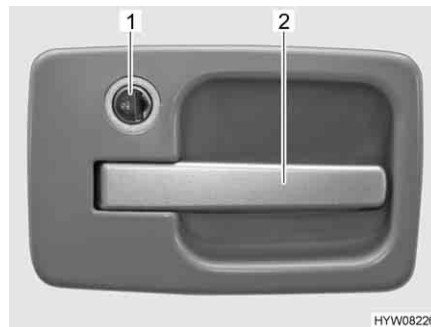

Fig. 25 Cerradura de la puerta de entrada, en el exterior
- Introducir la llave en el cilindro de cierre (Fig. 25,1) y girarla al símbolo "🔓". La cerradura de la puerta está desbloqueada.
- Tirar del tirador de la puerta (Fig. 25,2). La puerta está abierta.
- Introducir la llave en el cilindro de cierre (Fig. 25,1) y girarla al símbolo "🔒". La cerradura de la puerta está bloqueada.